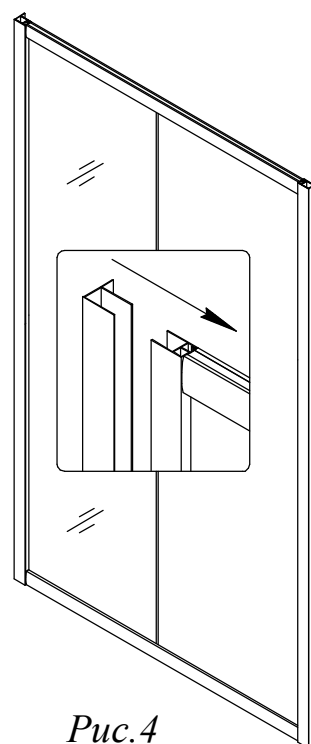

Рис.4
Вставьте всю собранную раму модели в пристенный профиль (2) с обеих сторон (Рис. 4).